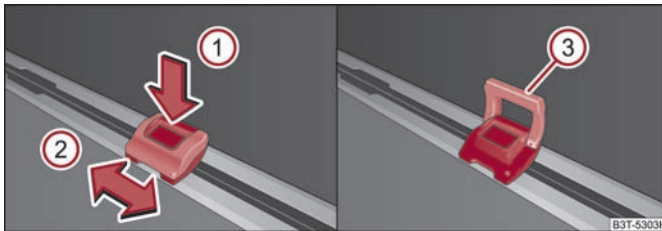

Abb. 94 Verschiebbare Verzurrösen
- Drücken Sie die Taste ① ⇒ Abb. 94 und schieben Sie die Verzurröse in die gewünschte Position, Pfeil ②.
- Klappen Sie den Bügel ③ ⇒ Abb. 94 hoch und bringen Sie z. B. das Befestigungsnetz an.